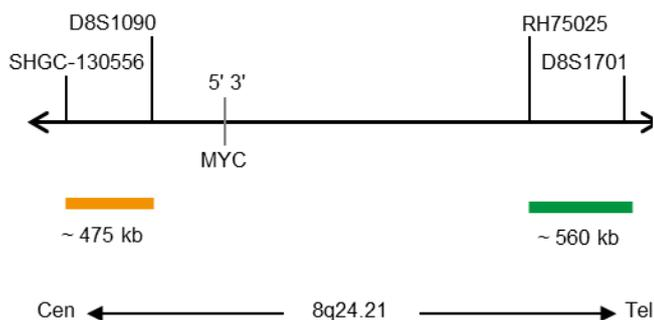

Abb. 1: SPEC MYC Sondenlokalisation (nicht maßstabsgetreu)
- ZyGreen (Anregung 503 nm/Emission 528 nm) markierten Polynukleotiden (~10 ng/μl), die gegen Sequenzen in 8q24.21* (chr8:130,373,051-130,930,673) gerichtet sind, welche distal zur MYC-Bruchpunktregion lokalisiert sind (siehe Abb. 1).
- ZyOrange (Anregung 547 nm/Emission 572 nm) markierten Polynukleotiden (~4,5 ng/μl), die gegen Sequenzen in 8q24.21* (chr8:127,888,765-128,363,281) gerichtet sind, welche proximal zur MYC-Bruchpunktregion lokalisiert sind (siehe Abb. 1).